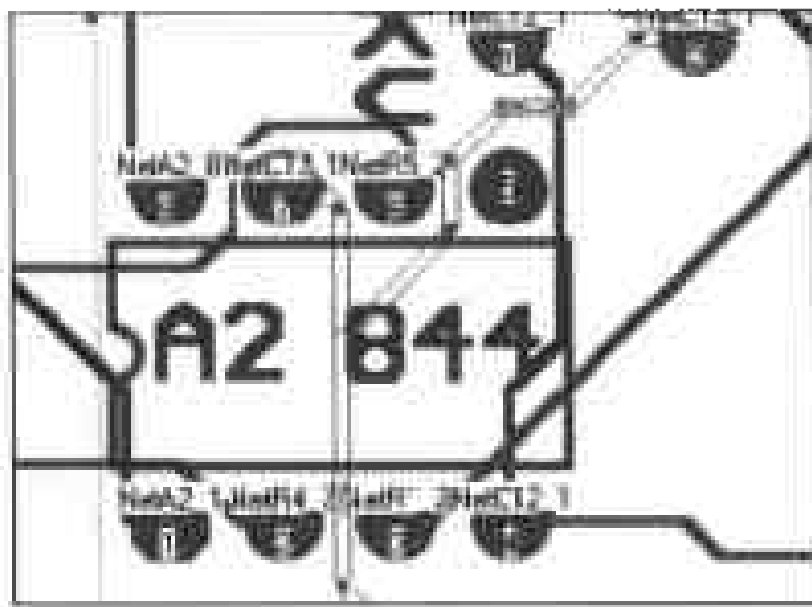

图 8-40 要进行调整的导线
(1) 如图 8-40 所示,被选中的导线在中间分叉,由一条变成了两条,一般情况下这是不允许的,下面对此导线进行手工调整。